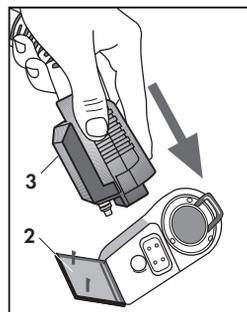

Fig. 25A
Per il suo utilizzo inserire l'attacco (3) del ferro da stiro nella sede della presa accessori (Fig. 25A) al posto del tubo flessibile, come descritto a pag. 8 (Fig. 8) "Attacco del tubo flessibile".
- Ruotare il selettore della temperatura (23) del ferro da stiro, nella zona desiderata per adeguare la temperatura della piastra al tessuto da stirare.
- Procedere normalmente (come per la stiratura a secco) erogando, quando necessario, il vapore premendo il pulsante (22) posto sull'impugnatura.